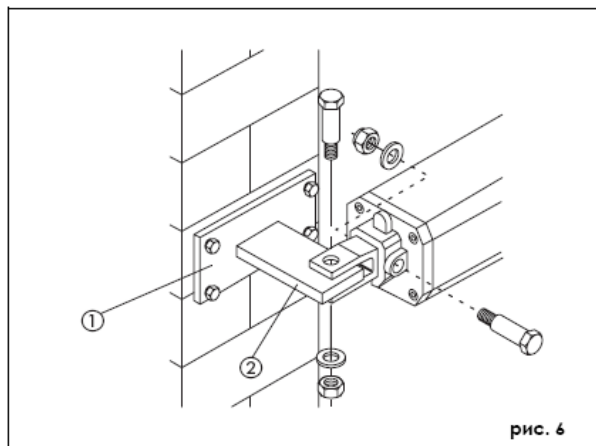

рис. 6
- При наличии металлических опор ворот приварите кронштейн непосредственно к опоре (рис. 6, поз. 2).
- 2) Прикрепите привод к заднему кронштейну с помощью прилагаемых болтов (рис. 6).